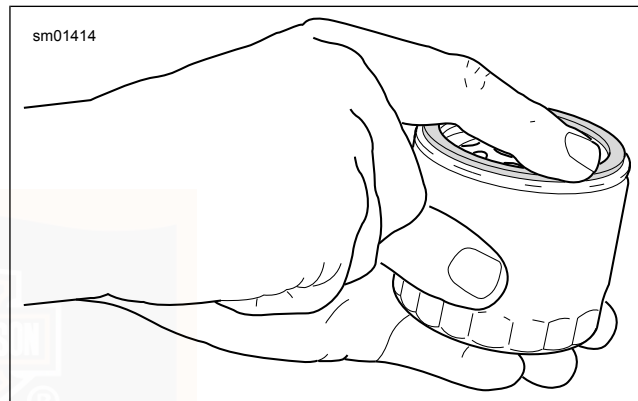

Figure 51. Lubrification du nouveau joint du filtre à huile
7. Voir Figure 51 . Poser un filtre à huile **neuf**.